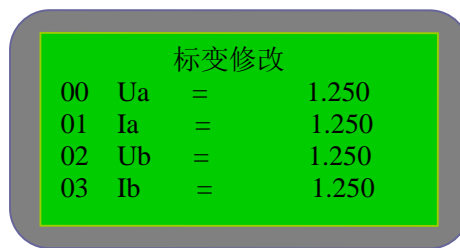

图 5-4-3
- 3) 标变：在“设置”中选择“标变”，进入图 5-4-3 所示界面，可以对各项标变进行修改，修改方法与修改定值相同，固化标变的密码为 8888。